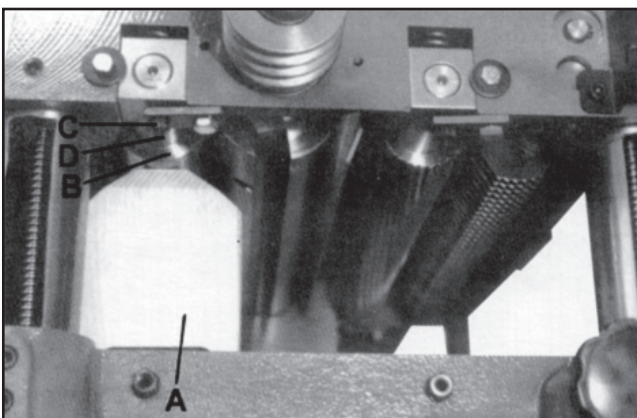

Figura 20
5. Mueva el bloque calibrador (A, Figura 20) debajo de un extremo del rodillo de expulsión. La parte inferior del rodillo de expulsión (B, Figura 20) debe tocar apenas la parte superior del bloque calibrador.
6. Si se requiere algún ajuste, afloje la tuerca (C, Figura 2) gire el tornillo (D, Figura 20) hasta que el rodillo de expulsión apenas toque el bloque calibrador.
7. Apriete la tuerca (C, Figura 20).